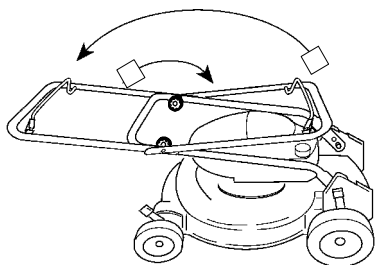

Figure 33
- Pivoter le mancheron vers l'avant de la tondeuse (Fig. 33).
- Desserrer les boutons de fixation du mancheron supérieur au mancheron inférieur, et replier le mancheron supérieur vers l'arrière de la tondeuse, en position de remisage (Fig. 33).